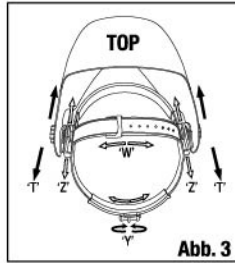

Abb. 3
Der Gesamtumfang des Kopfbands kann durch Drehen des Knopfes auf der Rückseite des Kopfbands größer oder kleiner gestellt werden. (Siehe Einstellung „V“ in Abb.3). Das kann beim Tragen des Helms erfolgen und ermöglicht das Einstellen der richtigen Spannung, damit der Helm fest, aber nicht zu eng, auf dem Kopf sitzt.
Wenn das Kopfband zu weit oben oder zu tief auf dem Kopf sitzt, müssen Sie das Band, welches über den Kopf verläuft, anpassen. Dazu das Ende des Bands durch Herausdrücken des Verriegelungsstifts aus dem Loch im Band lösen. Verschieben Sie die beiden Teile des Bands auf die gewünschte Passform und drücken dann den Verriegelungsstift in das nächstliegende Loch. (Siehe Einstellung „W“ in Abb.3).
Schritt 1: Lösen Sie die Feststellmutter (Siehe „T“ in Abb.3), um den Abstand zwischen Helm und Gesicht in die untere Stellung zu bringen.